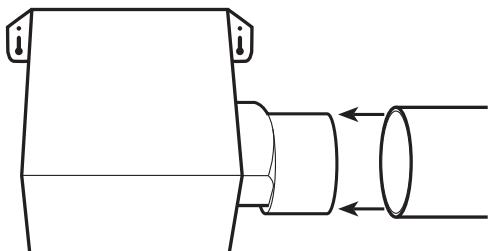

Figure 5
1. Raccorder le conduit au collet de conduit du ventilateur (**Figure 5**). Fixer en place à l'aide de ruban ou de serre-joint. Toujours évacuer le ventilateur vers l'extérieur au travers de chapeau mural ou de toit.